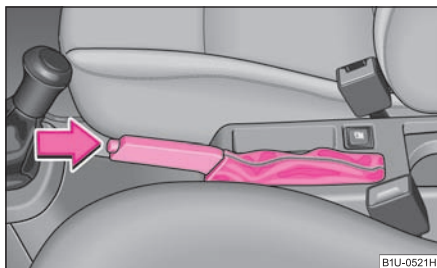

Fig. 102 Consola central: Freno de mano
- Tire de la palanca del freno de mano un poco hacia arriba y pulse **simultáneamente** el botón de bloqueo ⇒ fig. 102.